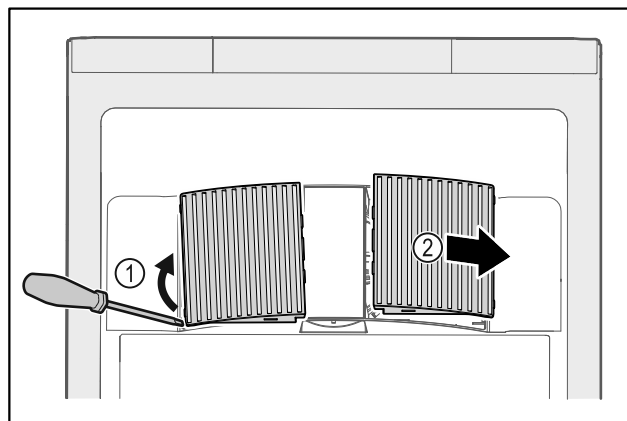

Fig. 173
- ▶ Ventilatorabdeckungen vorsichtig von der Seite heraushebeln Fig. 173 (1) und nach vorne abnehmen Fig. 173 (2).